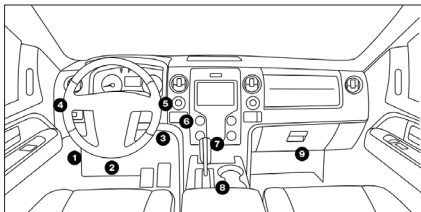

図 3.1.2
- 多くの車両の DLC は、図 3.1.2 でラベル付けされた位置に配置されています。一部分の DLC は、プラスチックカバーがあるので、接続する前に取り外す必要のありますが、一部分はヒューズパネルの近くに隠されています。DLC の検索で問題が発生した場合は、車両のサービスマニュアルを参照しますか、特定の車両情報（VIN など）をお知らせください。